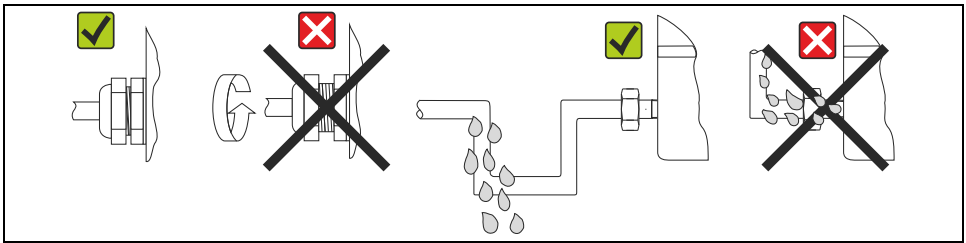

Fig. 4: Conseils de raccordement pour le respect de la protection IP67
- Serrer fermement l'entrée de câble (→ Fig. 4).
- Avant de passer dans l'entrée de câble, le câble doit faire une boucle vers le bas ("poche d'eau", → Fig. 4) pour éviter l'humidité dans l'entrée de câble. Installer l'appareil de sorte que les entrées de câble ne soient pas dirigées vers le haut.